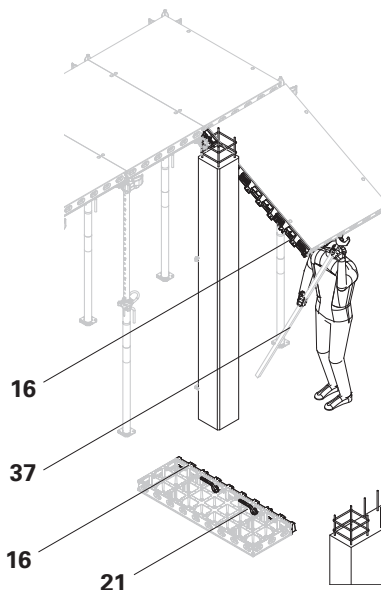

Fig. D3.06
3. Monter le support de compensation 18 DFS (16) sur le côté long du panneau à l'aide de 2 connecteurs DUO (21). (Fig. D3.06)
4. A l'aide du support de compensation, accrocher transversalement dans les têtes d'étau DFH le panneau préparé. La compensation doit être orientée vers le poteau. Relever à l'aide de la barre de montage DUO (37) et le maintenir sur la barre de montage. (Fig. D3.06)